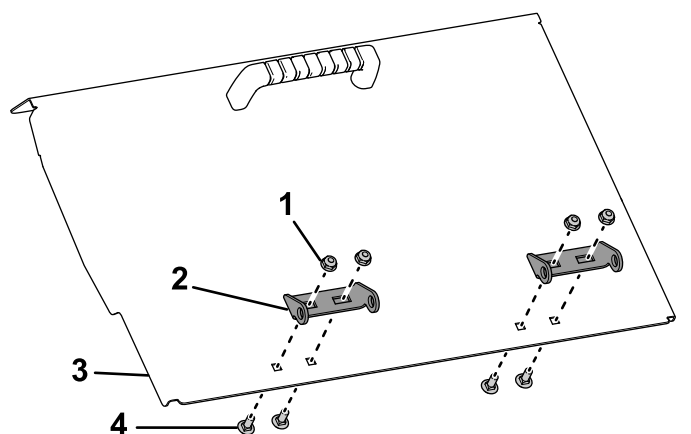

Figura 7
6. Montați balamaua la trapa buncărului cu ajutorul șuruburilor de fixare ($\frac{1}{4} \times \frac{5}{8}$) și al contrapiuliilor (Figura 7).